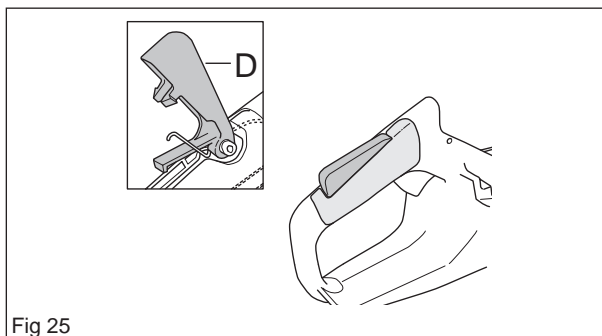

Fig 25
Monter la gâchette d'accélération (D) en l'enfonçant sur l'arbre de la poignée (voir la figure 25).
Monter l'insert de la poignée à l'aide d'une vis, une fois que la commande d'accélération, le levier, le câble d'accélération et la gâchette d'accélération avec la goupille sont montés correctement (voir la figure 25).